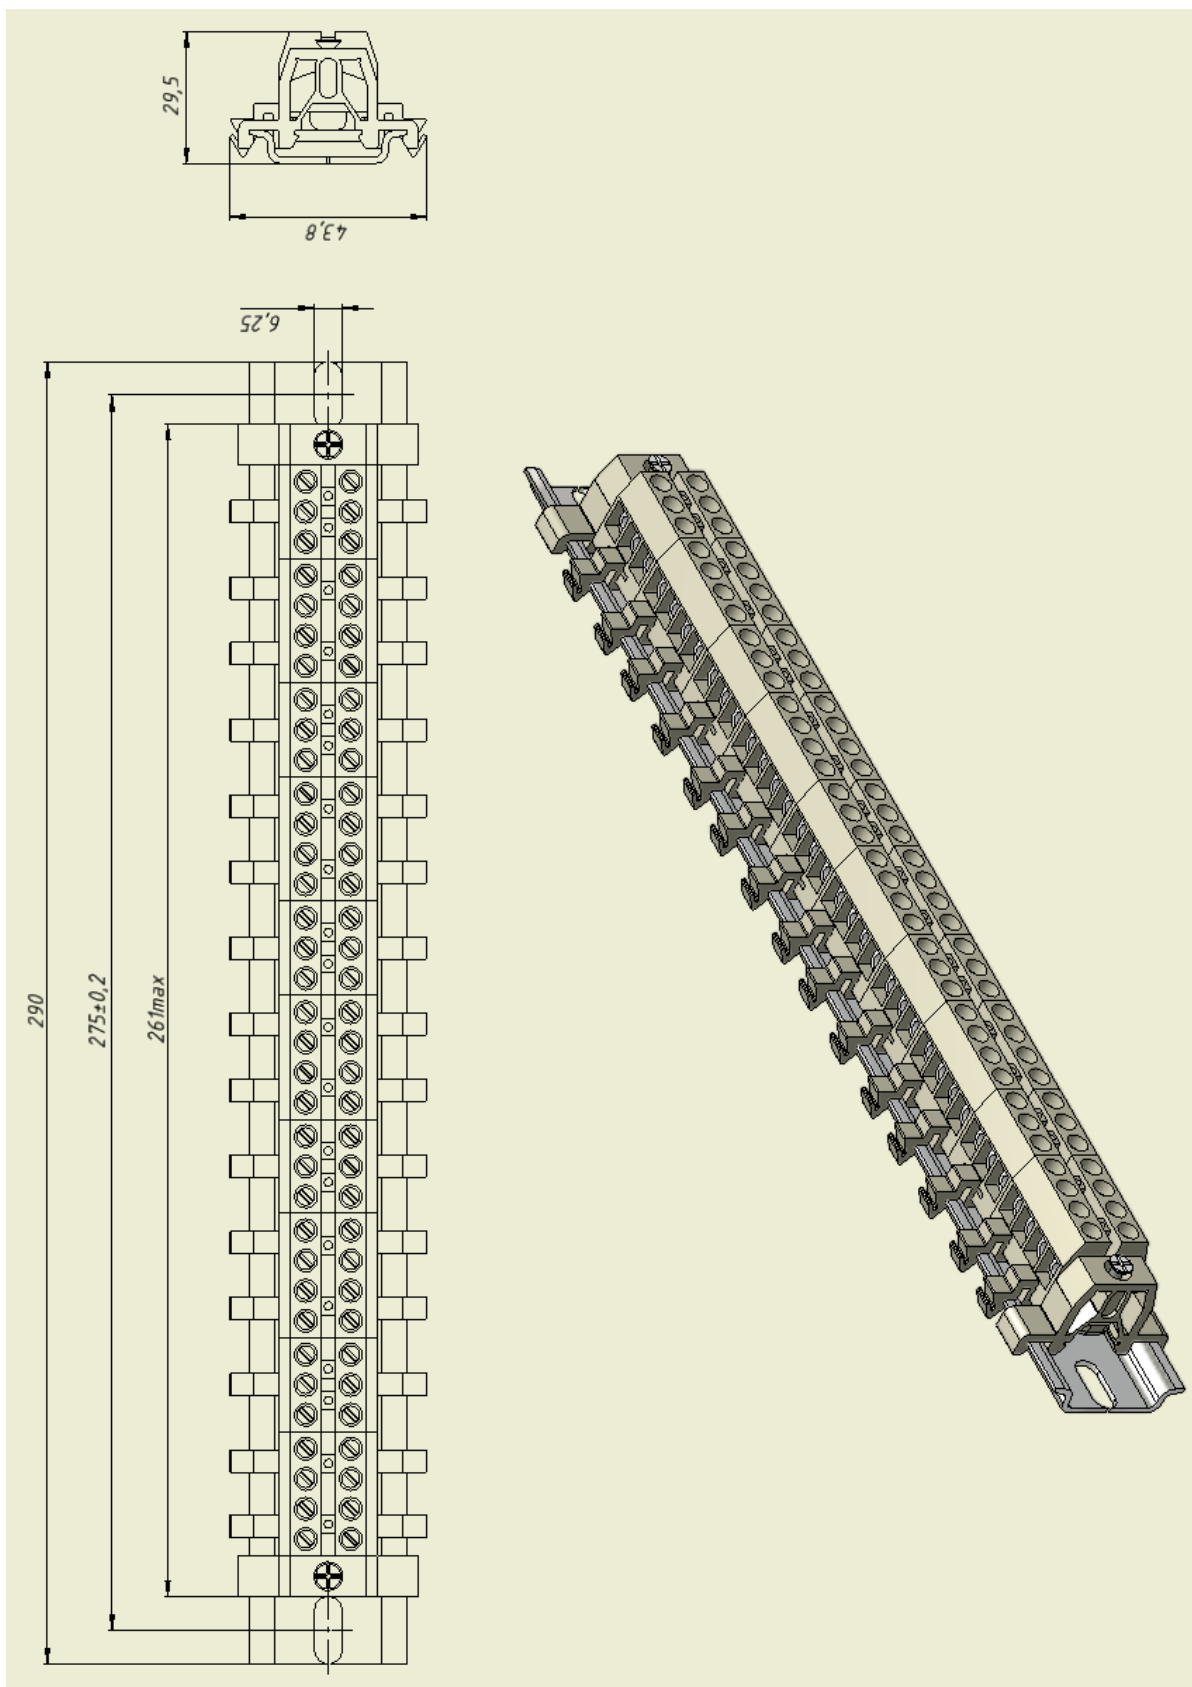

Рис. 1.7. Габаритные размеры DIN-рейки с клеммниками
Габаритные размеры DIN-рейки с клеммниками показаны на рис. 1.7.
2.3.4. Для варианта исполнения «03» закрепить DIN-рейки с клеммниками двумя болтами М5 мм каждую согласно разметке, указанной на рис. 1.7. DIN-рейки устанавливаются в два ряда друг под другом.